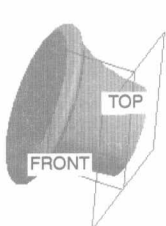
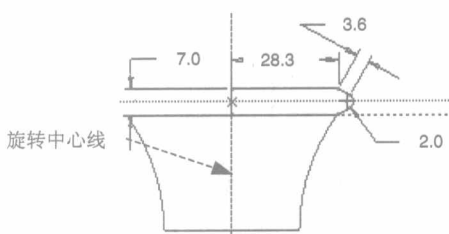

图 1.4 旋转 2
图 1.5 截面草图
- (4) 在操控板中选择“旋转角度”类型 （即草绘平面以指定的角度值旋转），再在角度文本框中输入角度值 360.0，并按回车键。
(5) 在操控板中单击“预览”按钮，可浏览所创建的旋转特征，单击操控板中的按钮，则完成特征的创建。
Step3. 创建图 1.4 所示的旋转特征——旋转 2。选择下拉菜单**插入(I)**  **旋转(R)** 命令；分别选取 FRONT 基准平面和 TOP 基准平面为参照平面，方向为；绘制图 1.5 所示的旋转中心线和特征截面草图；在操控板中选择旋转类型，输入旋转角度值 360.0；预览并完成所创建的旋转特征 1。